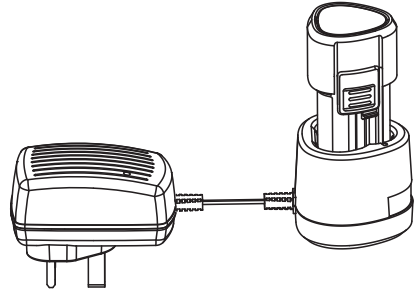

Fig. A3
D) HOW TO CHARGE YOUR BATTERY PACK (See Fig. A3)